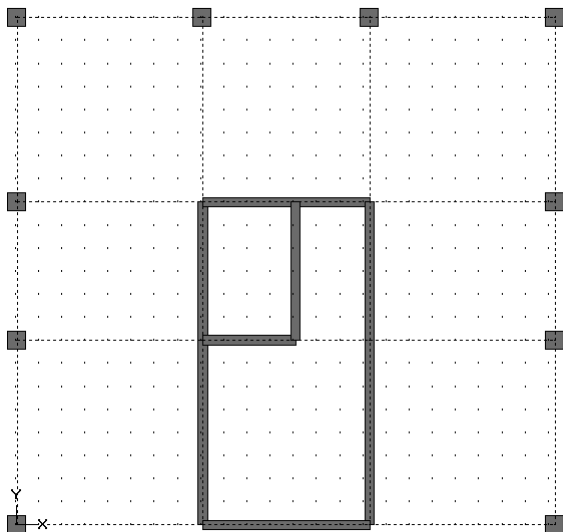

Рис. 1.15. Колони та стіни
24. Задання колон **Геометрия** \Rightarrow **Добавить** \Rightarrow **Колонну**. У вікні діалогу **Добавить колонну** задайте розміри колони $b = 40$ см; $h = 40$ см. Розмістіть колони, як показано на рис. 1.15.
26. Задайте стіни за допомогою меню **Геометрия** \Rightarrow \Rightarrow **Добавить** \Rightarrow **Стену**. У діалоговому вікні **Добавить стену** задайте товщину стіни 20 см, решту параметрів не змінюйте. Задайте стіни, як показано на рис. 1.15.